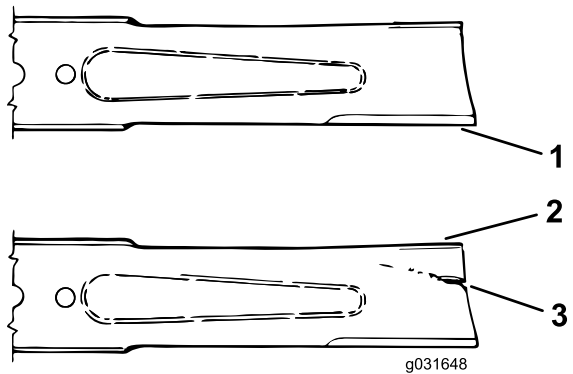

Figure 69
3. Examinez attentivement les tranchants de la lame, particulièrement au point de rencontre de la partie plane et de l'ailette (**Figure 69**).